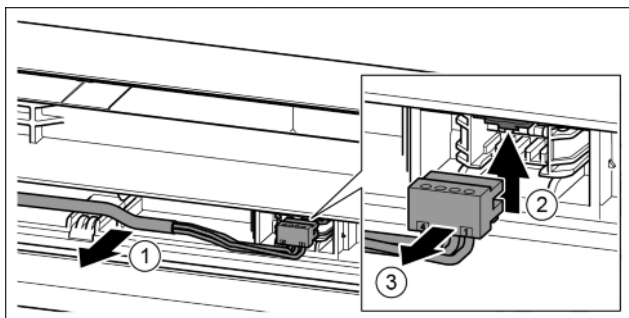

Fig. 19
- ▶ Graues Kabel vorsichtig aus der Führung in der Tür lösen. Fig. 19 (1)
- ▶ Lasche nach oben drücken. Fig. 19 (2)
- ▶ Stecker vorsichtig herausziehen. Fig. 19 (3)